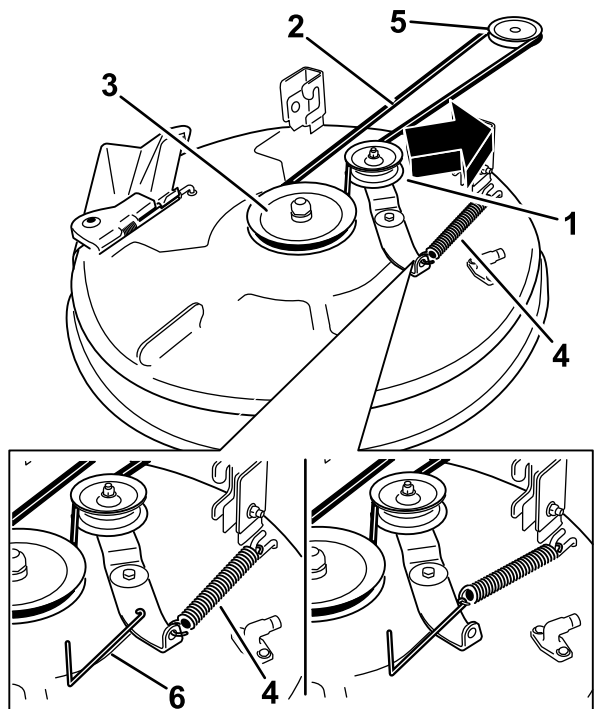
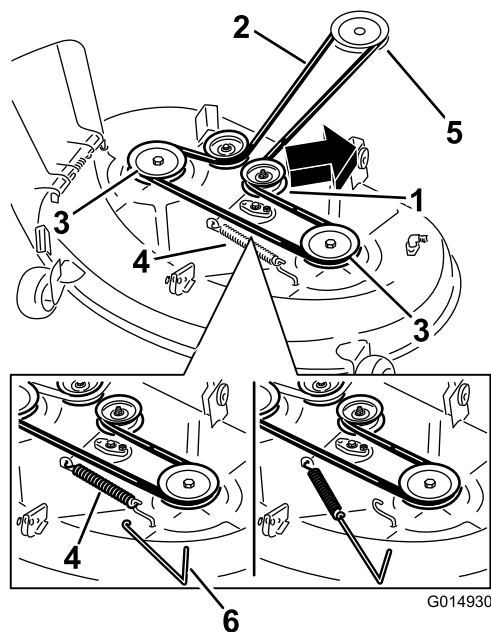

Figura 68
Figura 69
plataforma para retirar tensão da polia intermédia e role a correia para fora das polias (Figura 68 e Figura 69).
7. Coloque a nova correia em redor da polia do motor e nas polias do cortador (Figura 68 e Figura 69).
8. Utilize um removedor de molas (peça Toro n.º 92-5771), instale a mola intermédia por cima do gancho da plataforma para colocar tensão da polia intermédia e na correia do cortador (Figura 68 e Figura 69).